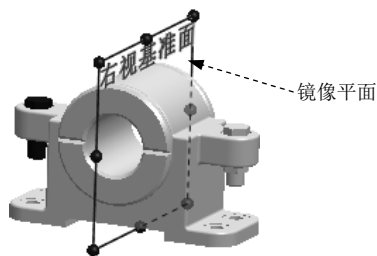

图 7.11.22 镜像零件
Step10. 镜像螺栓与螺母, 如图 7.11.22 所示。选取如图 7.11.22 所示的右视基准面为镜像平面, 选取螺栓与螺母为要镜像的零部件。